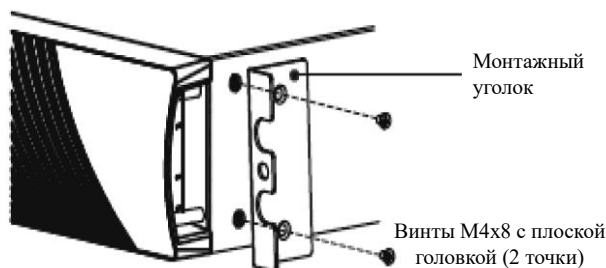

Рисунок 3 Установка монтажных кронштейнов
- h) Выровняйте монтажные кронштейны напротив отверстий на каждой боковой стороне ИБП и закрепите при помощи винтов M4x8 с потайной головкой из комплекта поставки ИБП (см. рисунок 3 ниже).